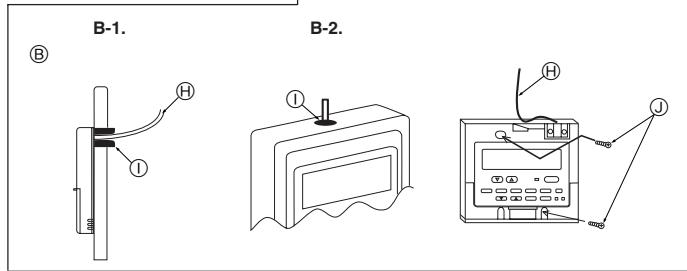

Fig. 9-3
- (2) Selle la entrada del cable del control remoto con masilla para evitar que puedan entrar gotas de rocío, agua, cucarachas o gusanos. (Fig. 9-3)